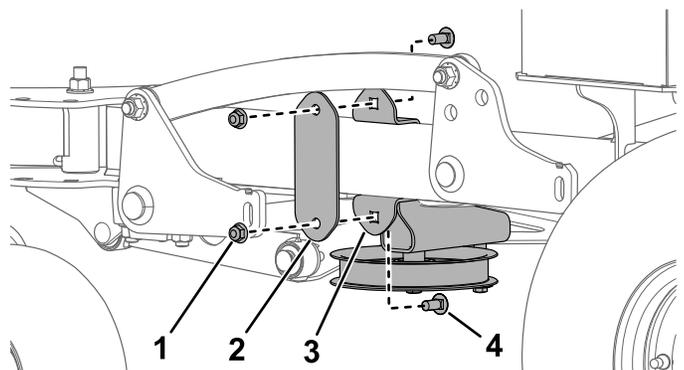

Figura 2
3. Sujete el soporte de montaje al tubo izquierdo del bastidor de la máquina, entre las placas soldadas al tubo, usando la placa, 2 pernos de cuello cuadrado y 2 tuercas (Figura 2). Apriete los pernos a 37–45 N·m (27–33 pies-libra).